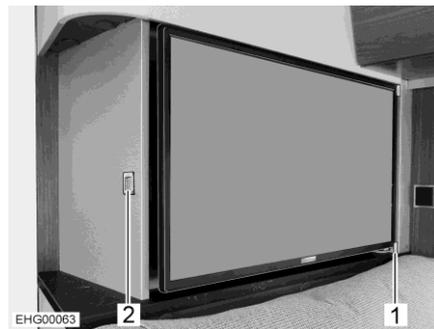

Fig. 95 Pantalla plana
La pantalla plana (Fig. 95,1) está retenida al lado por un riel guía.
- Pulsar el botón de desbloqueo (Fig. 95,2).
- Extraer la pantalla plana del riel guía (Fig. 95,1) a la posición deseada.
- Empujar la pantalla plana hacia atrás hasta que engatille en el riel guía (Fig. 95,1).